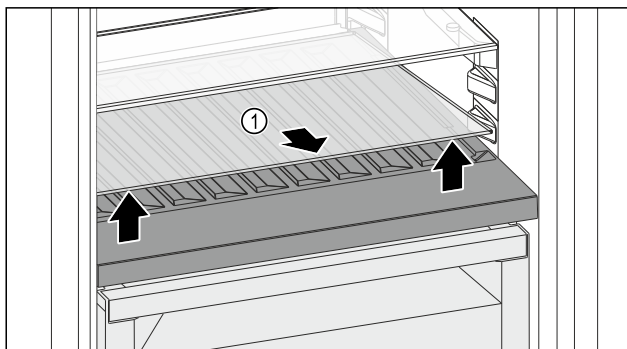

Fig. 172
- ▶ Ngrini lart përpara pllakën e xhamit Fig. 172 (1) te foleja dhe tërhiqeni jashtë.
- ▶ Ruani të sigurt pllakën e xhamit Fig. 172 (1) jashtë pajisjes.
- ▶ Vendoseni pllakën e xhamit (2) nën raftin mbajtës të ndryshueshëm të shisheve.